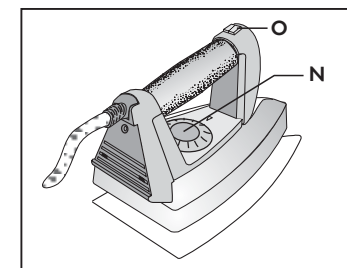

Fig. 23
- Regolare il volantino del ferro da stiro (N) in corrispondenza del tessuto. **(Fig. 23)**
- Premere il tasto di comando vapore (O) posto sull'impugnatura del ferro da stiro (14), per attivare o disattivare la funzione di erogazione del vapore. **(Fig. 23)**